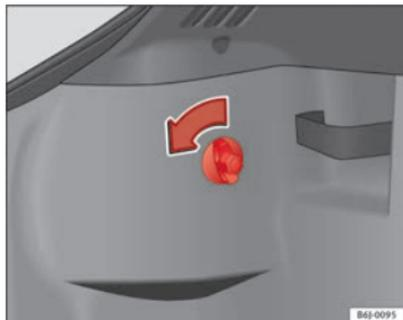

Fig. 152 Acceso a pilotos posteriores
- Gire el tornillo en el sentido de la flecha con la mano o la ayuda de un destornillador ⇒ fig. 152.
- Retire el conector del alojamiento **A** ⇒ fig. 152.